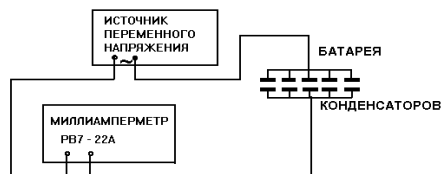

Рис. 7.1. Принципиальная схема установки
1. Соберите схему на рис. 7.1. К источнику питания последовательно с помощью соединительных проводов подключите миллиамперметр и батарею конденсаторов. Напряжение с блока питания возьмите переменное нестабилизированное равное 6,3 В.
1. Подключите в схему рис. 7.1 вместо батареи конденсаторов конденсатор неизвестной емкости C_x (значение емкости на корпусе конденсатора стерто).